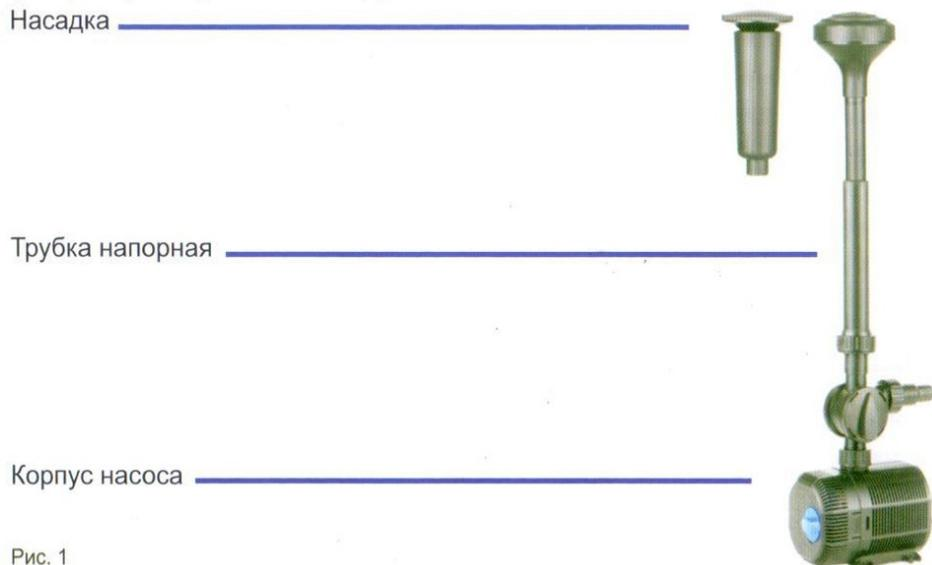

Рис. 1
1. Установите напорную трубку (рис.1) с установленной насадкой на насос.